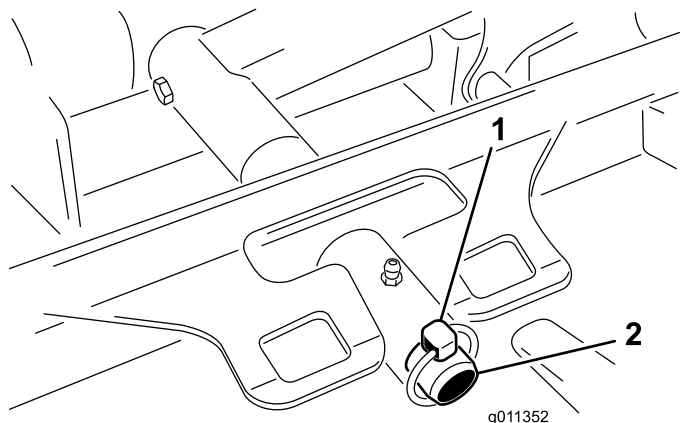

Figure 99
3. Retirez la goupille à anneau (Groundsmaster 4500) ou l'écrou de retenue (Groundsmaster 4700) qui fixe le bâti porteur du plateau de coupe à l'axe de pivot du bras de levage (Figure 99).
2. Faites glisser le bâti porteur du plateau de coupe sur l'axe de pivot du bras de levage (Figure 99). Fixez le plateau sur l'axe à l'aide de la goupille à anneau (Groundsmaster 4500) ou de l'écrou de retenue (Groundsmaster 4700).